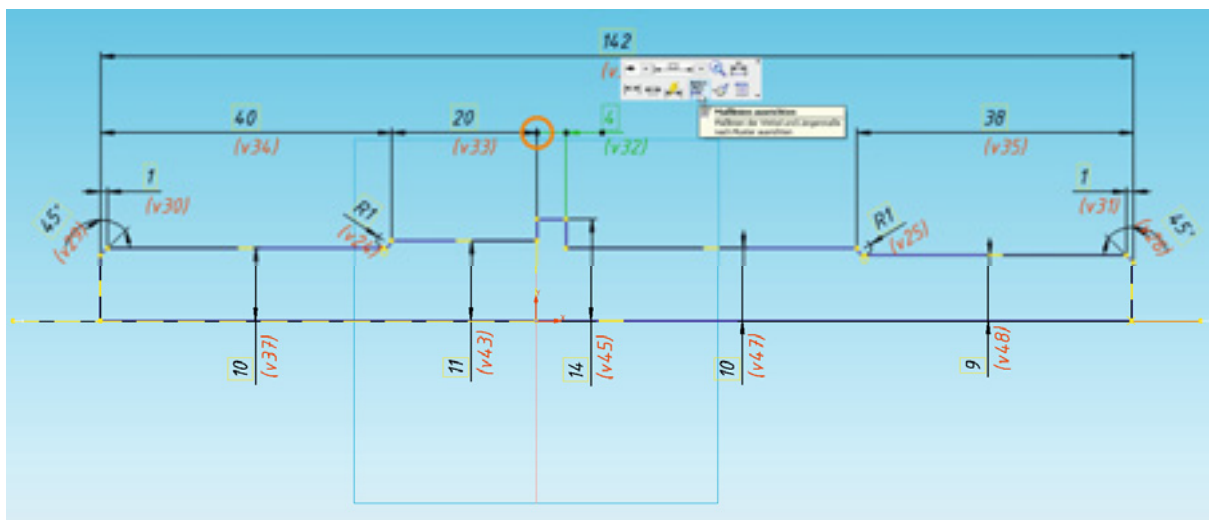

Bild 3.20:
- richten Sie das erste Maß auf die Höhe ein, die Sie haben wollen. Sie bewegen die Maßlinie mit Hilfe der beiden Anfasser an den Pfeilen (Abb. 3.20, Kreis), die Maßzahl selbst verschieben Sie mit dem dritten Anfasser.